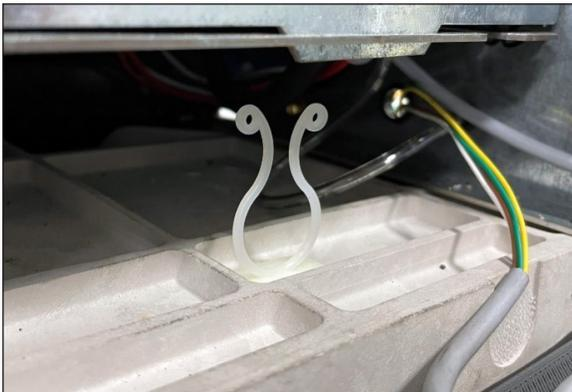

Fig. 1. Faisceau gris clair du modem.
1. Positionnez le faisceau gris clair du modem sur le côté droit (machine de 22") ou le côté gauche (machine de 30"). Défaites les connecteurs à paire torsadée et d'alimentation pour les passer à travers le passe-câble voisin sur le panneau arrière. Voir Fig. 1.